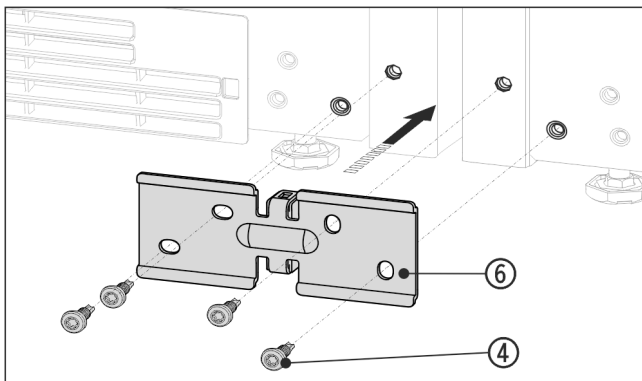

Fig. 15 Representación a modo de ejemplo
- ▶ Deslice la escuadra Fig. 15 (6) junto con la pieza distanciadora entre los aparatos y atorníllela ligeramente con los 4 tornillos Fig. 15 (4).